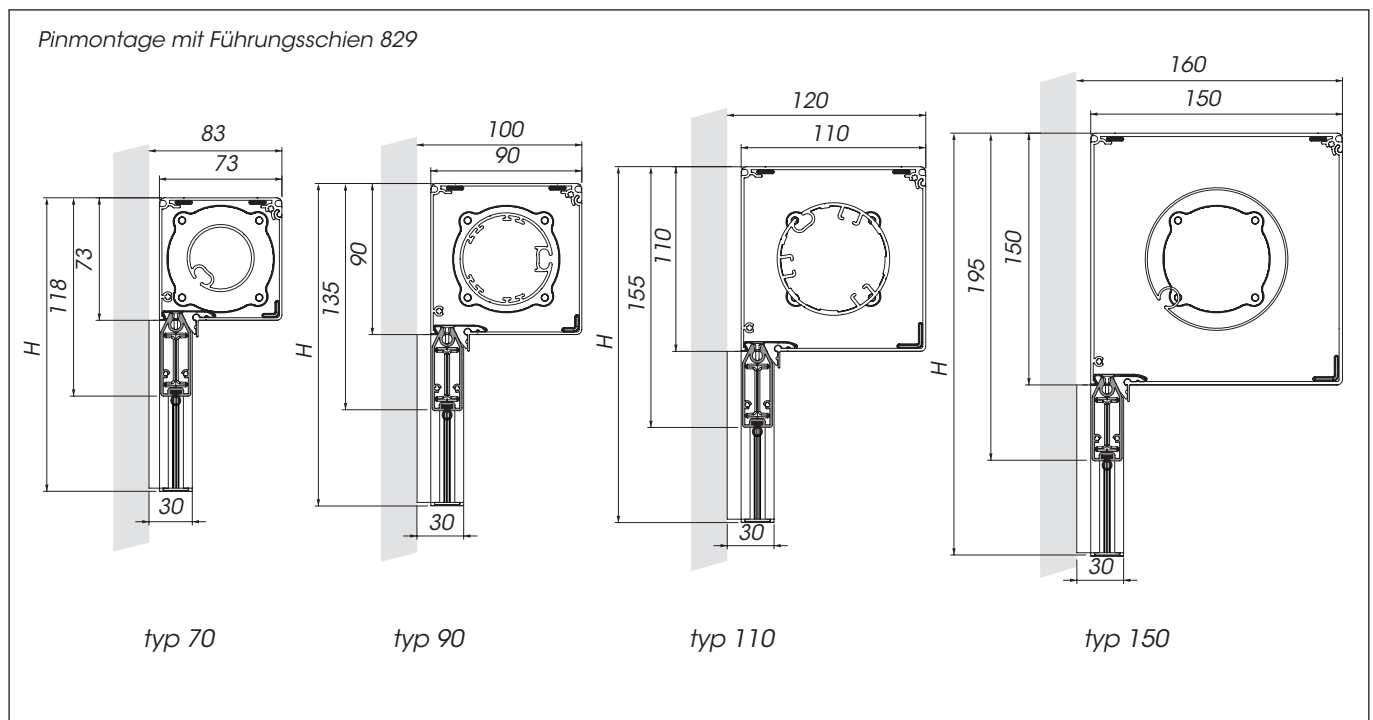

Abb. 5 : Kastenabmessungen
- Fertigungsbreite (B) = Außenmaß inkl. Konsolen.
- Fertigungshöhe (H) = Höhe einschließlich Kasten und unteren Endkappen für die Führungsschienen (Stärke = 2 mm), Montagebügel exklusive. (Siehe Seite 18).
- Erhältlich in 4 Abmessungen; Typ 70, Typ 90, Typ 110 und Typ 150 (Abb.5).